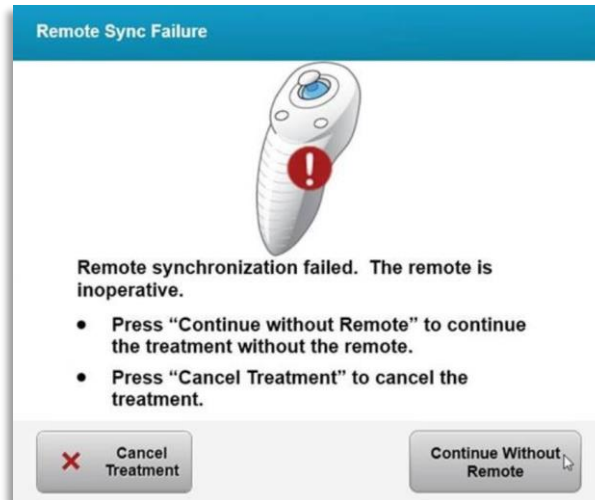

Abbildung 4-2. Fehler bei Synchronisierung der Ausrichtungs-Fernsteuerung - Original-Fernsteuerung
- Abbildung 4-1 zeigt die Bildschirmanweisungen für KXL-Systeme bei Verwendung der Original-Fernsteuerung; Abbildung 4-2 zeigt die Bildschirmanweisungen für KXL-Systeme bei Verwendung der neuen Fernsteuerung.